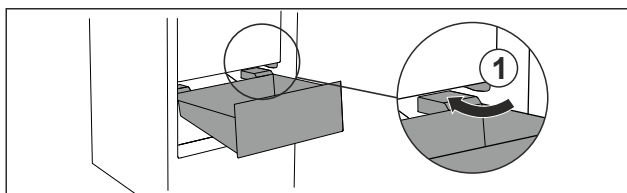

Fig. 33
- Schubfach schräg um die Stopper Fig. 33 (1) herumführen.